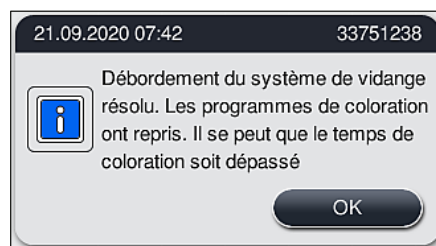

Fig. 123
- ✓ Si l'eau bloquée s'écoule, un autre message à l'écran (→ "Fig. 123") informe l'utilisateur que les programmes de coloration peuvent être poursuivis. Appuyer sur **Ok** (→ "Fig. 123") pour continuer.
1. Si les nouvelles tentatives de nettoyage aboutissent et que l'obstruction a pu être éliminée, le niveau d'eau tombe en deçà du niveau critique. Un message à l'écran (→ "Fig. 123") informe l'utilisateur que les programmes de coloration peuvent être poursuivis. Appuyer sur **Ok** (→ "Fig. 123") pour continuer. L'aptitude au démarrage des programmes est affichée et les programmes en cours de traitement se poursuivent automatiquement.